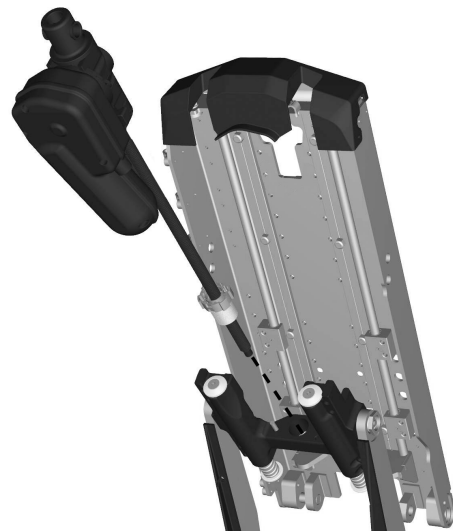

Abbildung 108. Stellvorrichtung vom Schieber abmontieren, indem man die Mutter abschraubt.
8. Stellvorrichtung vom Schieber abmontieren, indem man die Mutter abschraubt. Siehe Abbildung. 108.